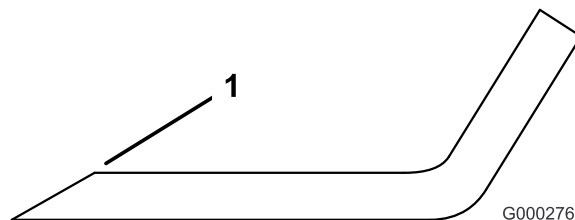

Figure 86
1. Au moyen d'une lime, aiguisez les tranchants aux deux extrémités de la lame (Figure 86). Veillez à conserver l'angle de coupe d'origine. Limez la même quantité de métal sur chacun des deux tranchants pour ne pas déséquilibrer la lame.